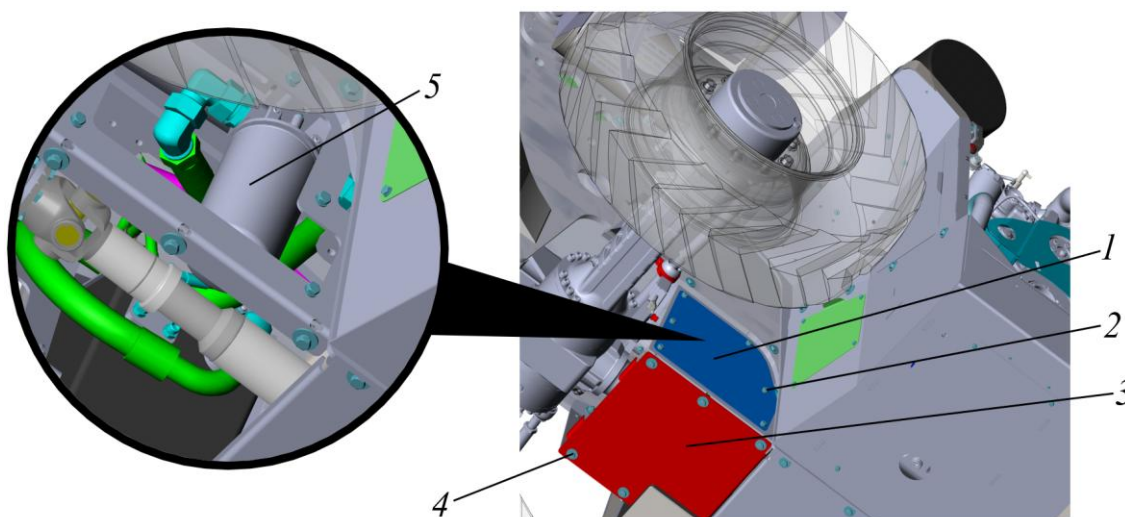

Рисунок 5.45 Защитный лист
Для замены фильтра в сливной линии необходимо демонтировать защитный лист 3 на днище машины или крышку 1 сзади за заднем правым колесом, см. рис. 5.45.
- ▶ Ключом  на 19 или 17 выкрутить крепеж 4 или 2 соответственно, снять защитный лист 3 или крышку 1, см. рис. 5.45.
- ▶ Повторно проконтролировать соединение фильтра с корпусом. Затем установить защитный лист 3 или крышку 1 используя крепеж 4 или 2, см. рис. 5.45.